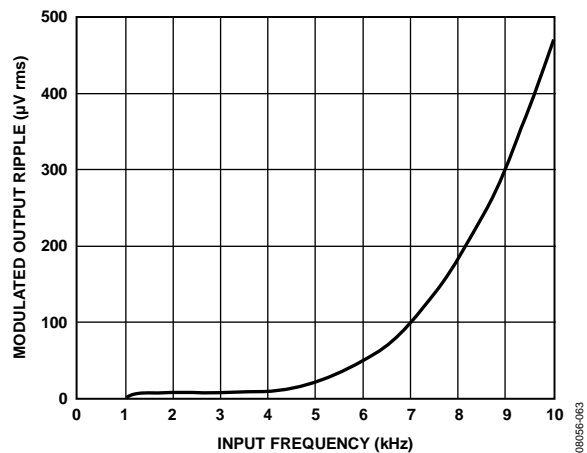

图60. ADA4051-1/ADA4051-2调制输出纹波与输入频率的关系
剩余电压纹波有两个来源。第一个来源是与Gm1的初始失调相关的残余纹波。它与初始失调的幅度成比例，并且产生一个斩波频率(f_{CHOP})的频谱。当放大器配置为单位增益缓冲器时，此纹波的典型值为 $4.9 \mu\text{V rms}$ ，最大值为 $34.7 \mu\text{V rms}$ 。第二个来源是高频输入信号与斩波频率的交调。这种纹波取决于输入频率(f_{IN})，产生以下频率的频谱：斩波频率与输入频率之差的频率($f_{\text{CHOP}} - f_{\text{IN}}$)以及斩波频率与输入频率之和的频率($f_{\text{CHOP}} + f_{\text{IN}}$)。不同输入频率的纹波幅度如图60所示。
- 只要输入频率远低于斩波频率，就不会影响有用的输入信号，如图60所示